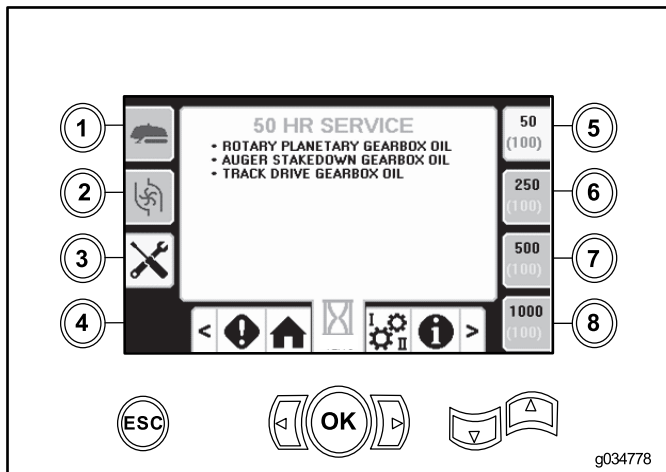

Figura 6
- Botón 5 – Programa de mantenimiento de 50 horas (Figura 6)